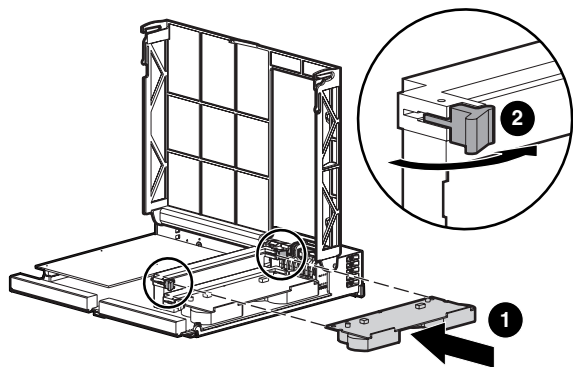

図 9: モジュールのインストール
1. コントローラに、モジュールをスライドして挿入します ①。側面のラッチが、しっかりとかかっていることを確認します ②。図 9 を参照。